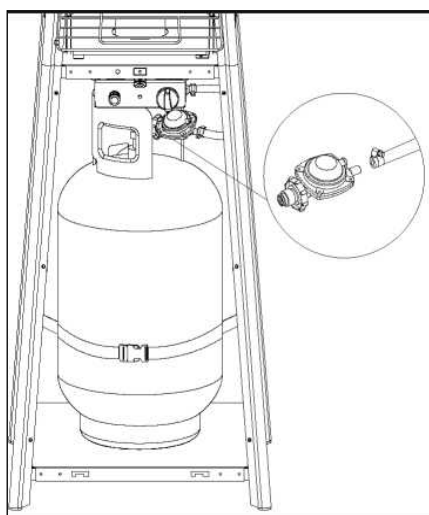

Рис. 14. Установка и соединение газового баллона.
10. Соедините газовый шланг с блоком управления (К) и регулятором (И) с помощью червячных хомутов и затяните с помощью отвертки, как показано на Рис.14.